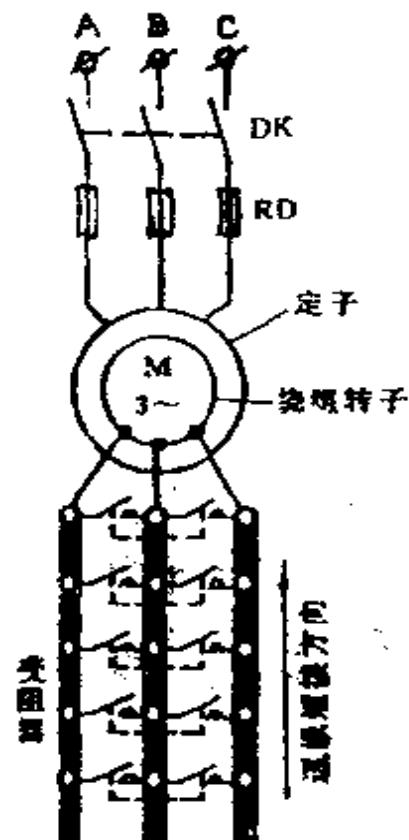

图 83
(1) 起动前，将变阻器的操作手轮旋转到电阻最大的“起动”位置，即将全部外接电阻串入转子绕组中。对于转子上有举刷和短路装置的电动机，应将举刷装置的手柄扳到“起动”位置，使电刷与滑环接触。
(2) 起动时，将定子绕组与电源的开关 DK（可用自动开关）接通，电动机开始起动，转速开始上升。
(3) 随着转速的增加，旋转变阻器的手柄将电阻逐渐减少（实际设备是通过触头逐段短接部分电阻，如图 83 所示），直到转速接近正常时，电阻也减至零（即电阻被全部短接），起动过程结束。